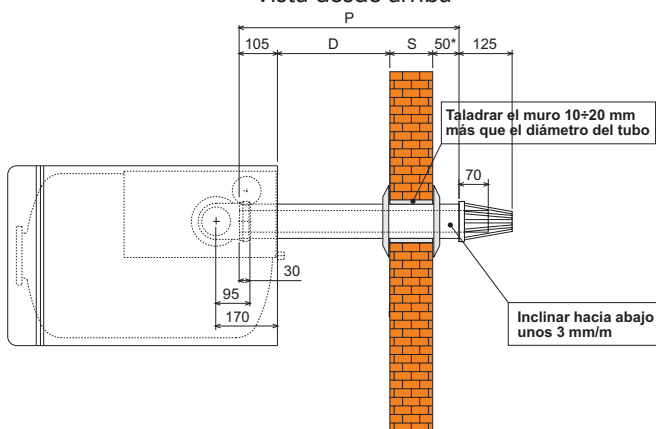

fig. 7a
4. Si es necesario, cortar el tubo terminal a medida, considerando que el tubo, debe sobresalir en el exterior del muro, entre 10 y 60 mm (fig. 7a y 7b). Eliminar las rebabas del corte.